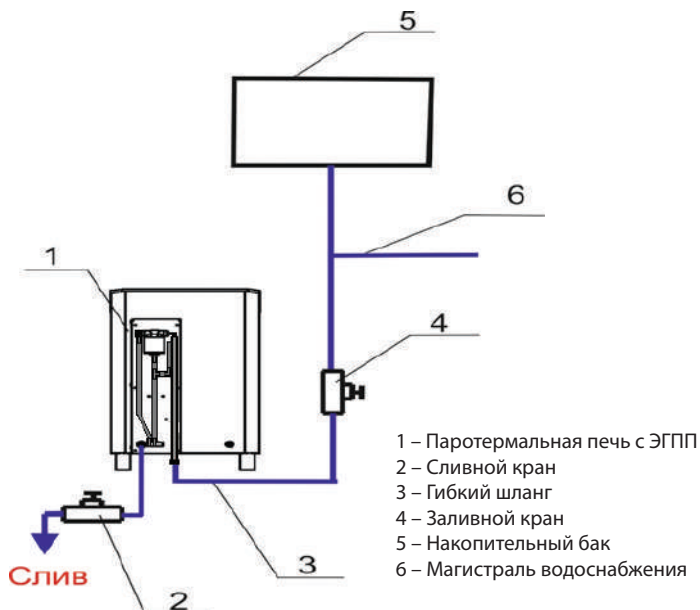

Рис. 4 Схема подключения ЭГПП при эксплуатации в автоматическом режиме заполнения водой
2.2.4 При организации заполнения Устройства водой подключить его с помощью гибкого шланга к водопроводной сети или накопительному баку, расположенному в смежном помещении (см. рис. 4). В любом случае перед Устройством следует установить запорный кран (поз. 4 рис. 4). Установить кран слива воды (поз. 2 рис. 4), либо заглушить сливной штуцер резьбовой пробкой. Для предотвращения образования известковых отложений, значение жесткости воды должно находиться в диапазоне от 0,5° до 5 °F. Рекомендуется использование специальной установки-деминерализатора (с обратным осмосом).
- 2.3.2.1 Закрыть сливной кран (поз. 2 рис. 4) и открыть заливной кран (поз. 4 рис. 4).
2.3.2.6 После окончания работы рекомендуется слить воду из системы. Для этого закрыть заливной кран (поз. 4 рис. 4) и открыть сливной кран (поз. 2 рис. 4). Дождаться полного слива воды из системы, выключить Устройство на пульте управления. Оставить краны в таком положении до следующего включения Устройства.